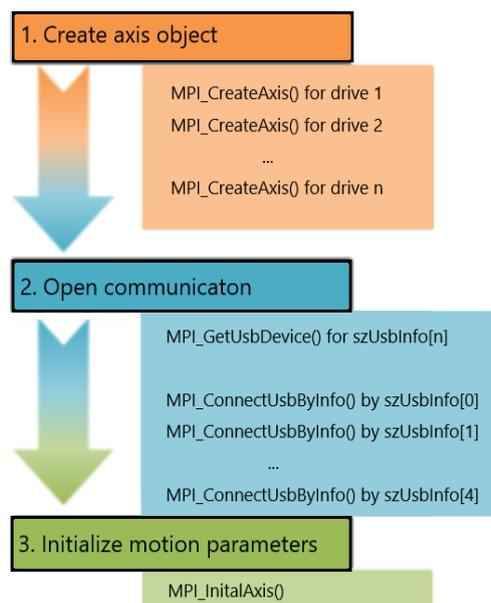

図 3.11.1
- (1) この機能は HIOM ではご利用いただけません。
- (2) 図 3.11.1 は USB の情報により USB 通信を開始する手順を示します。